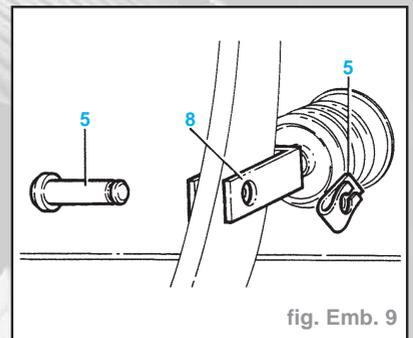

fig. Emb. 9
- Déposer les fixations du cylindre-maître (4).
- Déposer la rondelle de retenue et l'axe de chape de la tige-poussoir et de la pédale d'embrayage (5) (Fig. Emb. 9).